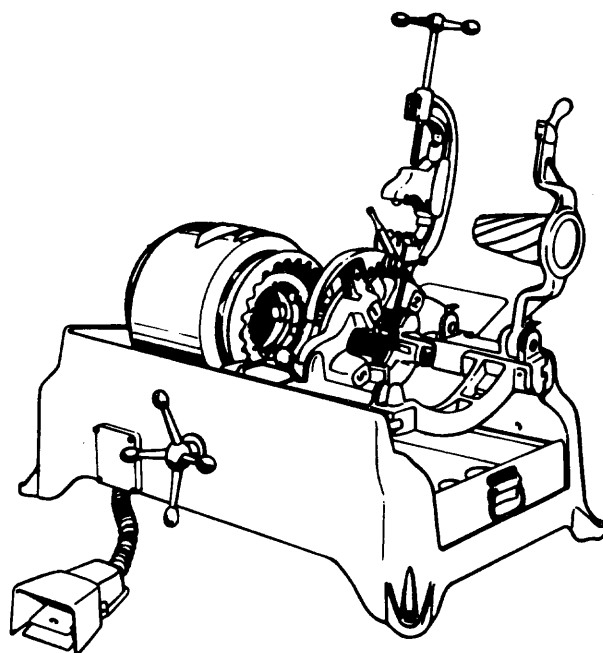

Fig. 1
*MÁQUINA DE ROSCAR Nº 444 (fig. 1)*